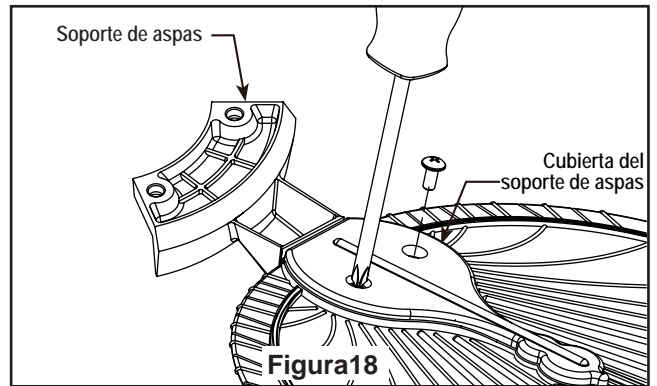

Figura 18
1. Coloque el asa sobre el soporte de aspas con los pilotes roscados a la vista. Asegúrese de que la parte inferior del asa se encuentre bien apoyada sobre el soporte. Con un destornillador Phillips, fije los tornillos con cabeza de arandela de 3/16-24 x 10 mm para asegurar la placa en el brazo de sujeción de las palas. (Figura 18).